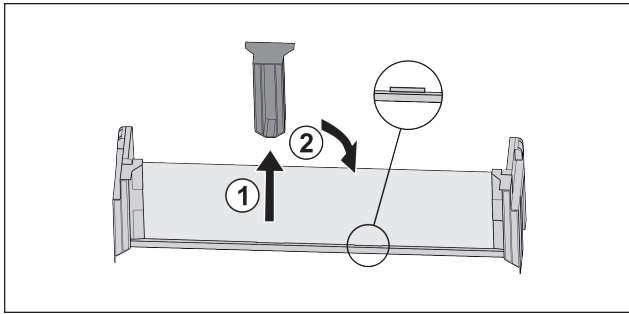

Fig. 79
- ▶ 拉出中间的定位件 Fig. 79 (1)。
- ▶ 将中间的定位件插入第二个位置 Fig. 79 (2)。